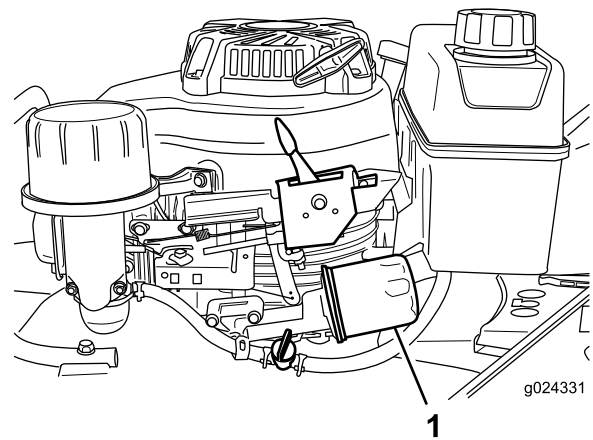

Figura 25
6. Puneți o lavetă sub filtrul de ulei (Figura 25) pentru a capta orice urmă de ulei care s-ar putea scurge când îndepărtați filtrul de ulei.